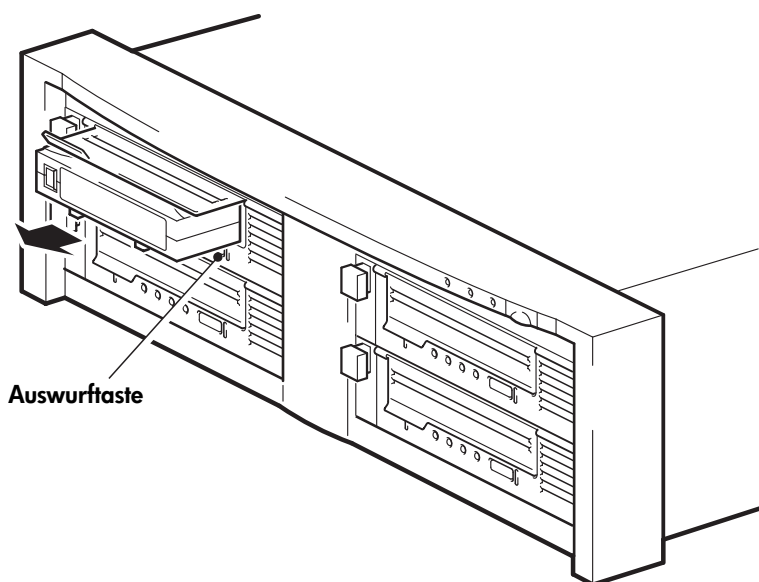

Abbildung 6b: Entnehmen einer Kassette
- 1 Drücken Sie die Auswurf Taste im Bedienfeld. (Siehe Abbildung 6b.)